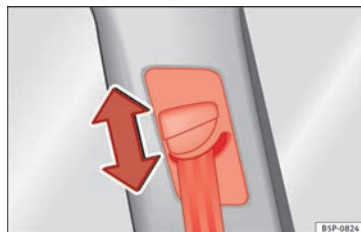

Bild 12 Placering av höjddreglaget för säkerhetsbälte.
- Tryck på övre delen av diagonalbältesföringen och håll den i detta läge » **bild 12**.